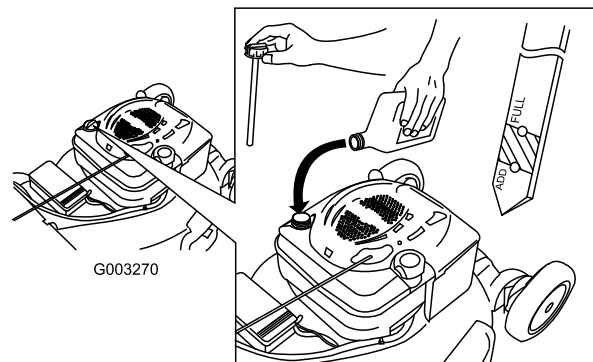

Figure 7
1. Retirez la jauge (Figure 7).
2. Versez de l'huile **lentement** dans le goulot de remplissage pour faire monter le niveau de liquide jusqu'au repère du plein (Full) sur la jauge (Figure 7). **Ne remplissez pas excessivement.** (Remplissage max. : 0,59 l (20 onces), type : huile détergente SAE 30W de classe de service API SF, SG, SH, SJ, SL ou supérieure.)